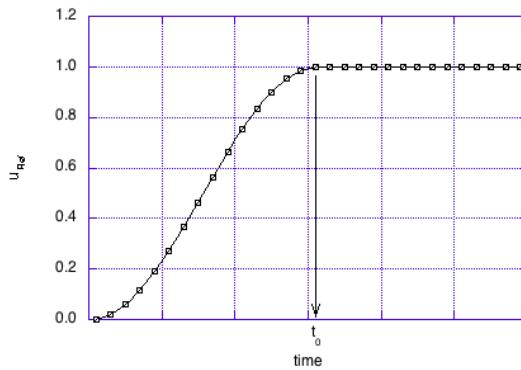

図 5.1 加速中の速度プロファイル
■Acceleration Acceleration タグは、イニシャルスタートの場合にのみ有効なパラメータで、一定速度になるまでの時間を指定します。Acceleration_Type で指定する時間の単位を指定します。指定単位が Time の場合、加速時間の値は Unit セクションの Unit_of_Input_Parameter で指定するモード (Dimensional/Non_Dimensional) に従います。計算初期の急加速による発散を防ぐため、格子の移動速度や指定流速をゼロから徐々に加速し、指定の値に漸近させる目的で利用します。加速時間を長くとると流れの発達に時間がかかるので、発散しない程度の時間を設定します。加速時間 t_0 は計算領域を通過する時間程度が適切で、 $t_0 = L/u_0$ を参考にします。ここで L は領域長さで u_0 は代表速度とします。値として 0.0 を指定すると急加速になります。加速時間中は、参照速度 u_{Ref} に対して次式の加速曲線を与え、図 5.1 のように滑らかに一定速度に漸近させます。